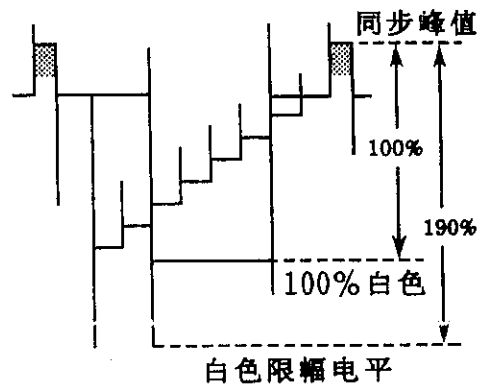

图 5—5
1. 在 IC401 芯片的 (48) 脚与 GND 之间接示波器。
3. 检查视频信号过调量的限幅是否符合图 5—5 所示的 190% 的规定要求。